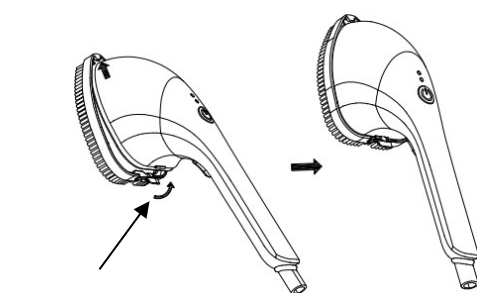

Figura 6
1. Para montar el cepillo en la plancha, insértelo en los bordes de la suela y presione ligeramente la tecla inferior hasta que se escuche un “clic” (Figura 6).